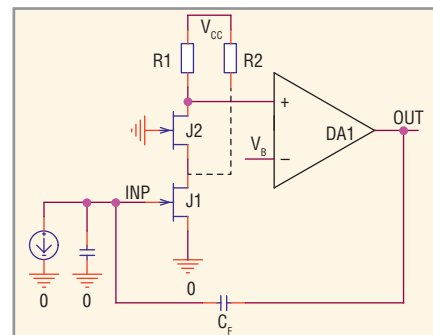

Рис. 4. Упрощённая схема малошумящего усилителя с «головным» транзистором в касковом включении
2. Касковное включение «головного» транзистора с дополнительным токозадающим резистором ( $R2$ , см. рис. 4). В таком включении один из транзисторов с высоким выходным сопротивлением соединён со вторым транзистором, имеющим низкое входное и высокое выходное сопротивления. Например, касковыми являются соединения типа общий эмиттер (ОЭ) и общая база (ОБ), ОЭ и общий затвор (ОЗ), общий исток (ОИ) и ОБ, ОИ и ОЗ (см. рис. 4). Каскоды обладают рядом преимуществ, а имен-